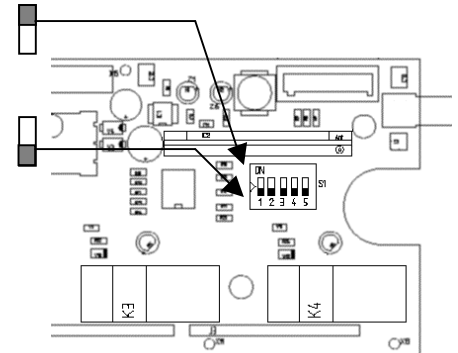

Abb.1 DIP-Schalter
Die Wahl der Default-Zustände der Ausgänge (nach Power-ON) kann für jeden Kanal einzeln über die DIP-Schalter 1-4 nach Öffnen des Gehäuses erfolgen (siehe Abb.1). Die Schalterzuordnung entspricht dabei der Kanalbelegung. Ist ein Schalter gesetzt (ON), so ist der zugehörige Kanal nach Netzausfall eingeschaltet; somit ist die Schaltfunktion bei eingeschaltetem DIP-Schalter invertiert.
Ein Umschalten des DIP-Schalter 5 (siehe Abb. 1) für 2s in Position ON bewirkt ein LÖSCHEN **aller** eingelernten Sender !